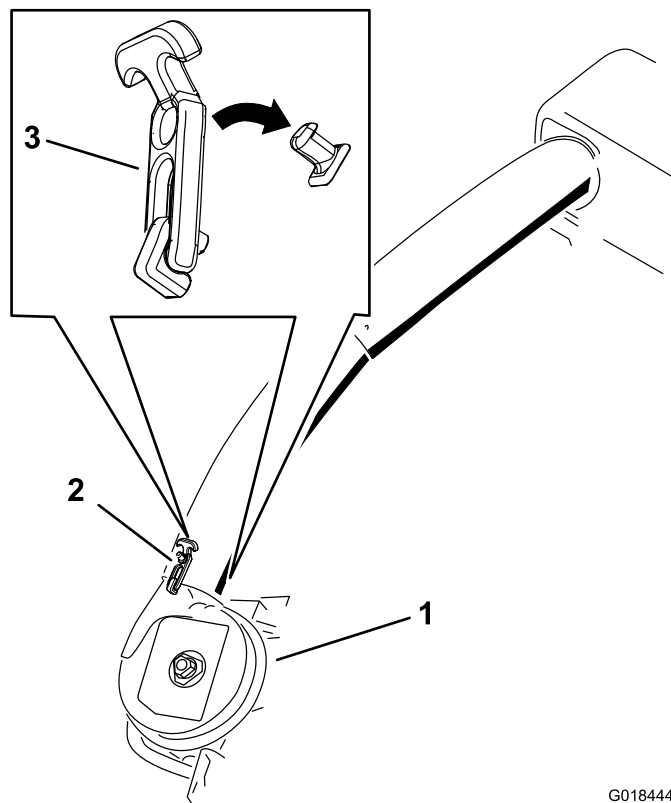

Figure 28
6. Utilisez les deux verrous pour fixer le tube inférieur au ventilateur (Figure 28).
21. Utilisez les deux verrous pour fixer le tube inférieur au ventilateur (Figure 28).